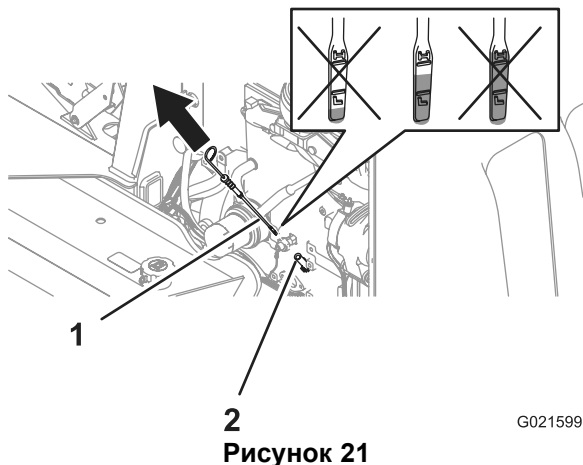

Рисунок 21
2. Выньте измерительный щуп (Рисунок 21) и протрите его чистой ветошью (Рисунок 21).
3. Вставьте щуп до упора в трубку, затем извлеките щуп (Рисунок 21).